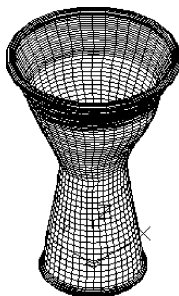

图 11-36 花篮
本实例绘制如图 11-36 所示的花篮。
(9) 单击“视图”选项卡“视觉样式”面板中的“隐藏”按钮, 对实体进行消隐, 消隐之后结果如图 11-36 所示。